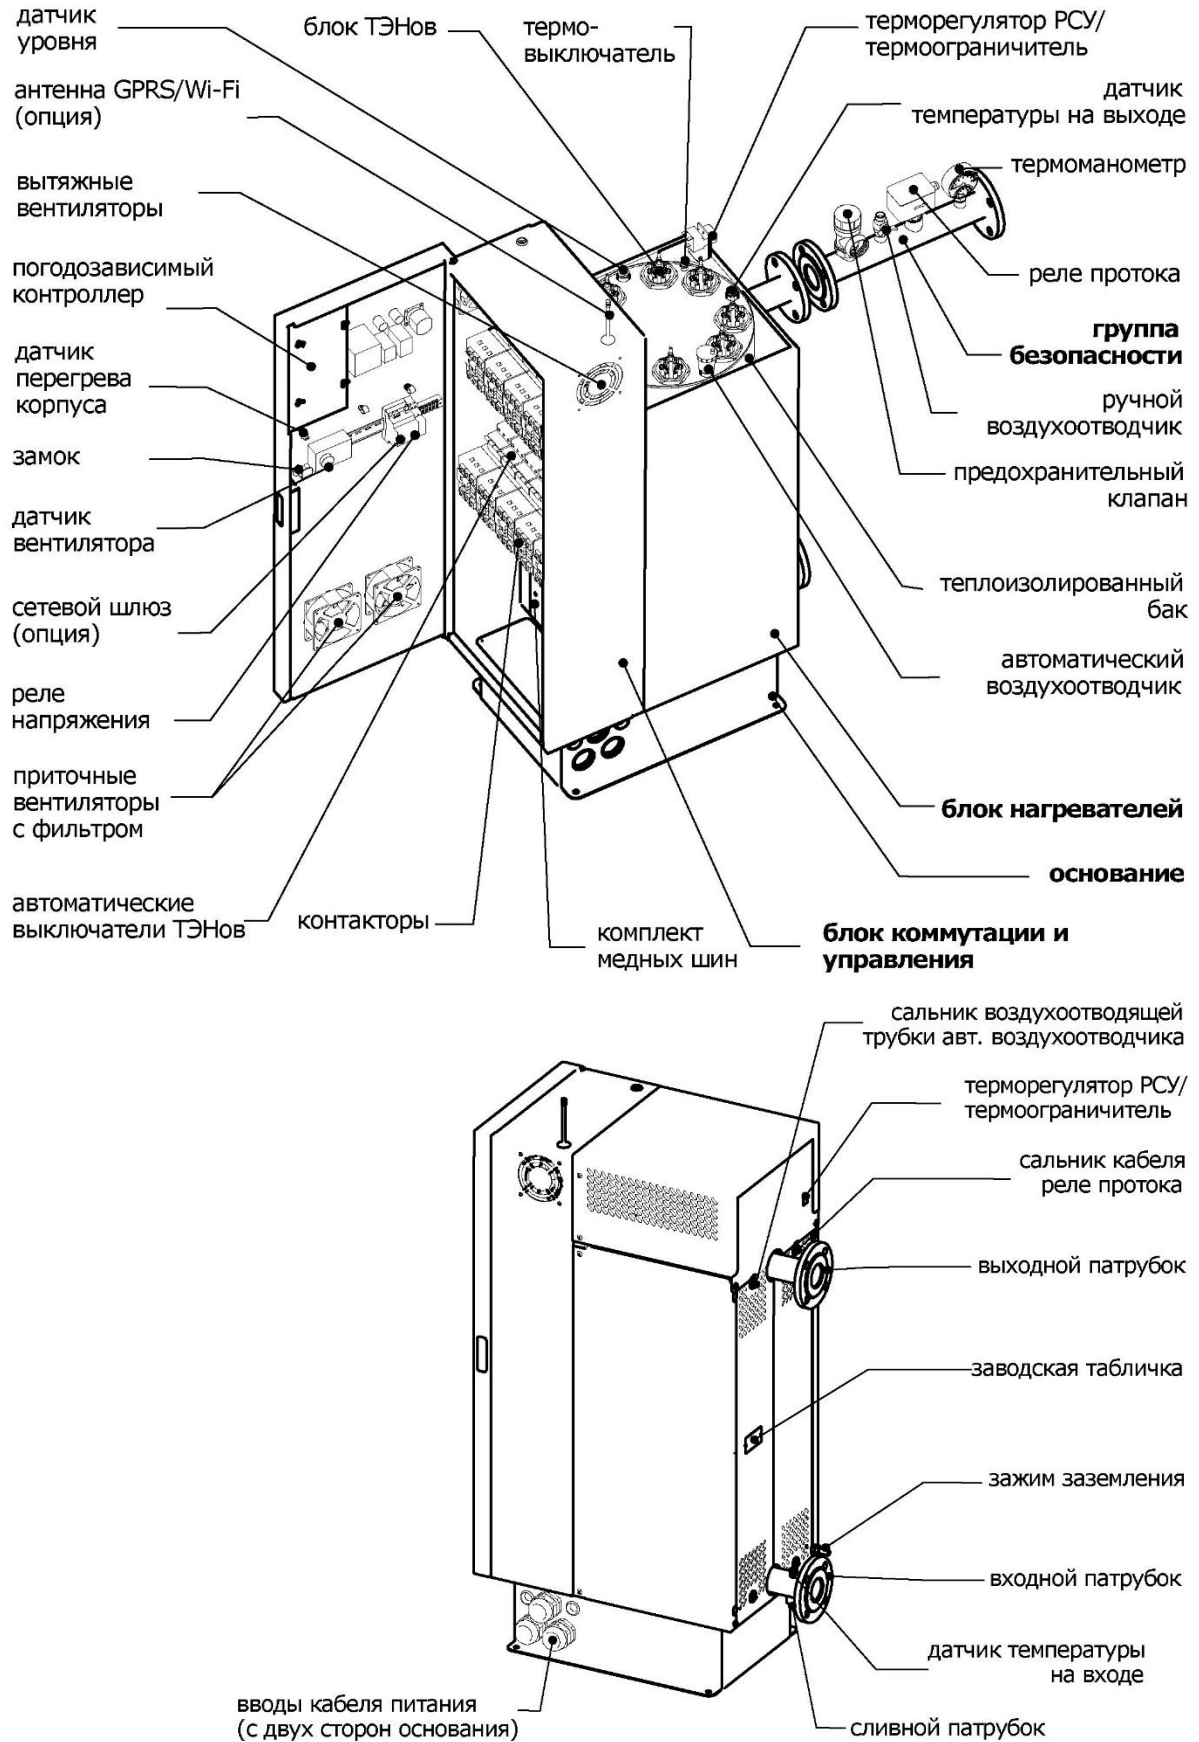

Рис. 2
4.2. Устройство электродкотла показано на рис. 2.
6.19. Блок коммутации и управления допускается эксплуатировать отдельно от блока нагревателей (см. рис. 2), закрепив его на стене – раздельная компоновка электродкотла. Для этого необходимо:
7.3. При эксплуатации электродкотла в основном режиме, терморегулятор резервной системы управления/ термоограничитель (см. рис. 2) должен быть всегда настроен на максимальную температуру (90°C). Если термоограничитель настроен на температуру меньшую, чем температура в системе отопления, то на дисплее появится сообщение об отсутствии протока и нагрев не включится.